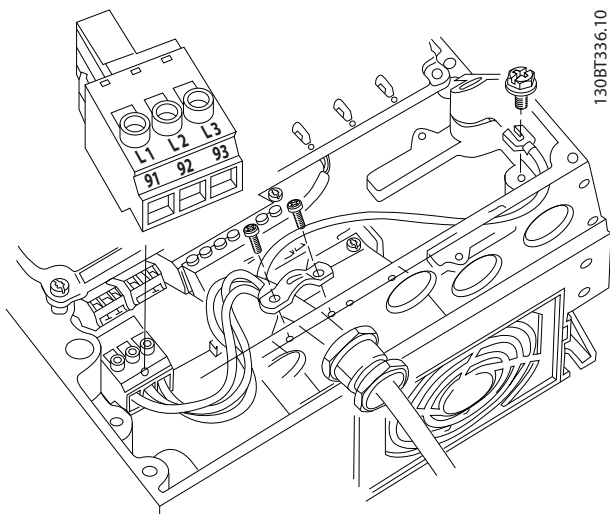

図 4.9 交流主電源への接続
1. 3 相交流入力電力のワイヤを端子 L1、L2、L3 に接続します ( 図 4.9 を参照)。